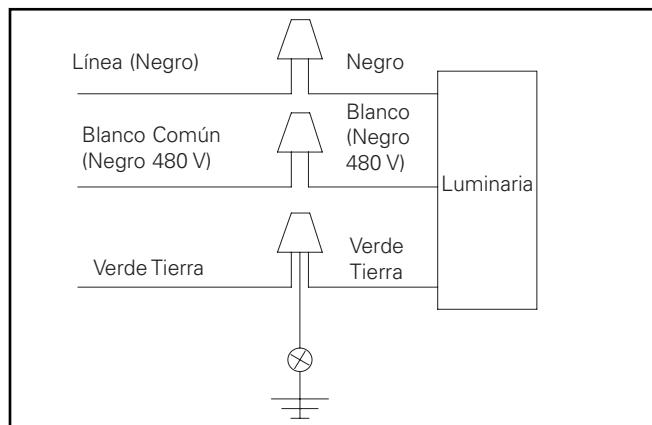

Figura 4.
4. Conecte los cables en el interior del brazo de montaje. Consulte el diagrama de cableado para conocer las conexiones de la alimentación. Conecte los cables de alimentación a los conectores adecuados de la luminaria: (Figura 4.)
- Conecte los cables en el interior de la luminaria. Consulte el diagrama de cableado para conocer las conexiones de la alimentación. Conecte los cables de alimentación a los conectores adecuados de la luminaria: (Figura 4.)